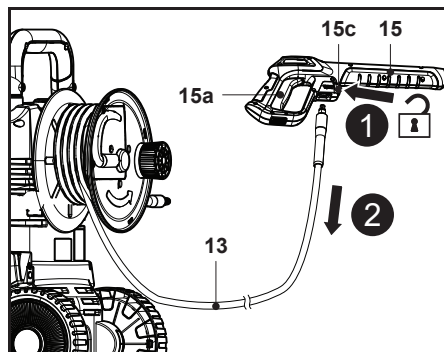

Fig. 8
3. Para desconectar la manguera de presión (13) de la pistola pulverizadora (15), mantenga presionada la palanca de liberación rápida (15c) contra la manguera de presión (13); a continuación, tire de la manguera de presión (13) para extraerla (Fig. 8, pasos 1 y 2).